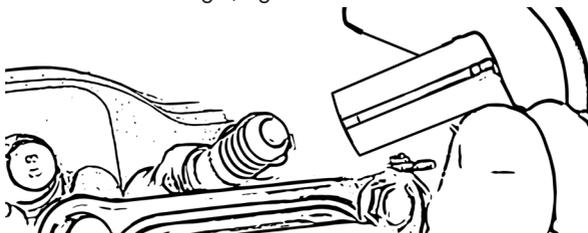

Figure 38
- Emboîtez l'ensemble sur la bougie, fig.38.